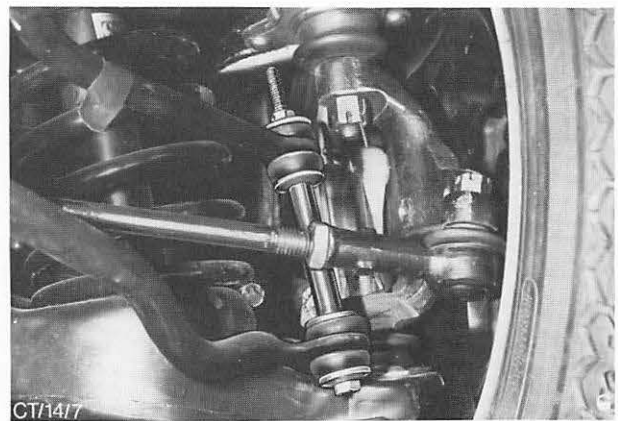

Abb. 47 Verbindungsgestänge, Stabilisator – Zugstrebe
8. Verbindungsgestänge zum Stabilisator befestigen. Abb. 47.